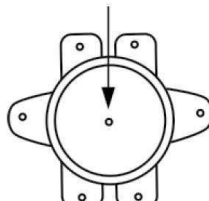

Рисунок 9
- нажать до щелчка кнопку, расположенную по центру термовыключателя, который находится рядом с ТЭНом (имеет круглую форму), рисунок 9;